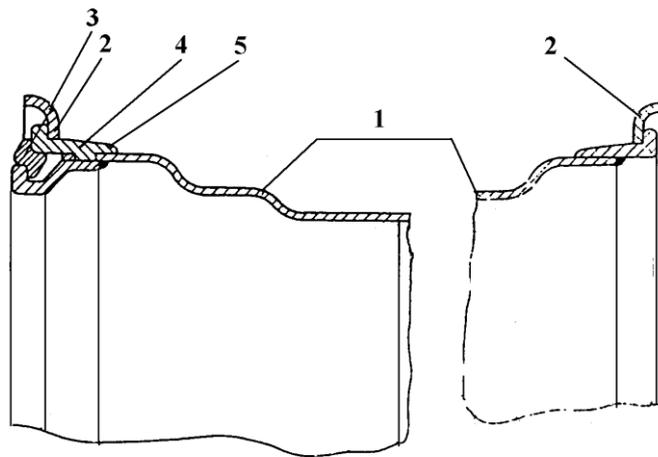

Рис. 64 Колесо дисковое разборное
- б) бортовое кольцо надёжно замкнуло на ободе посадочное съёмное и замочное кольца (рис.64);